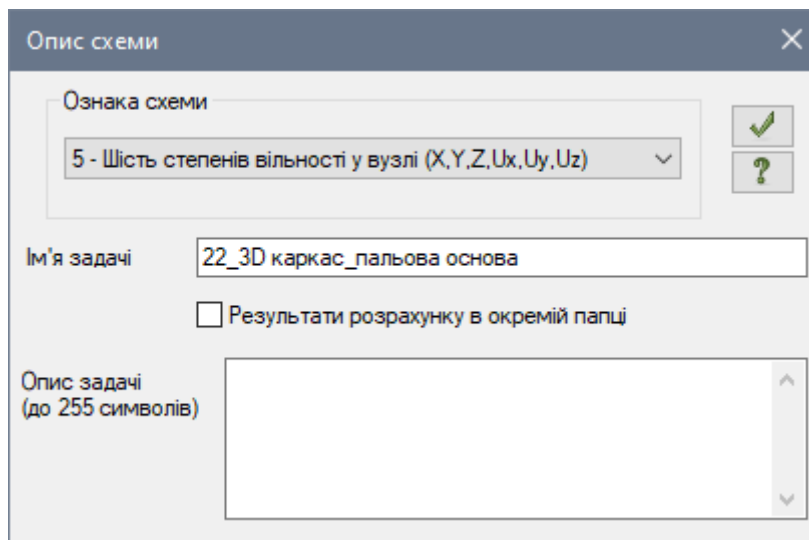

Рис. 22.1. Діалогове вікно **Опис схеми**
- У діалоговому вікні **Опис схеми** (рис. 22.1) задайте наступні параметри: